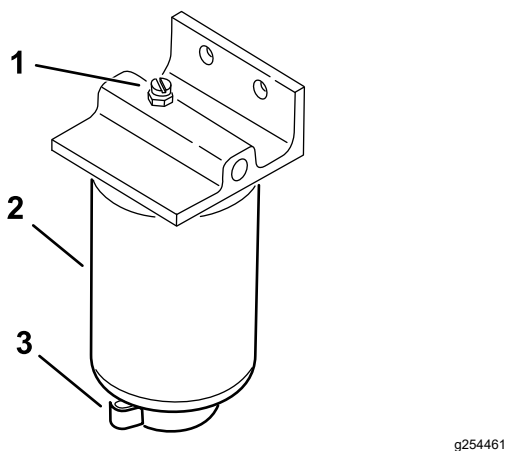

Figura 36
4. Deschidei bușonul de golire al filtrului i supapa de respiraie (**Figura 36**).